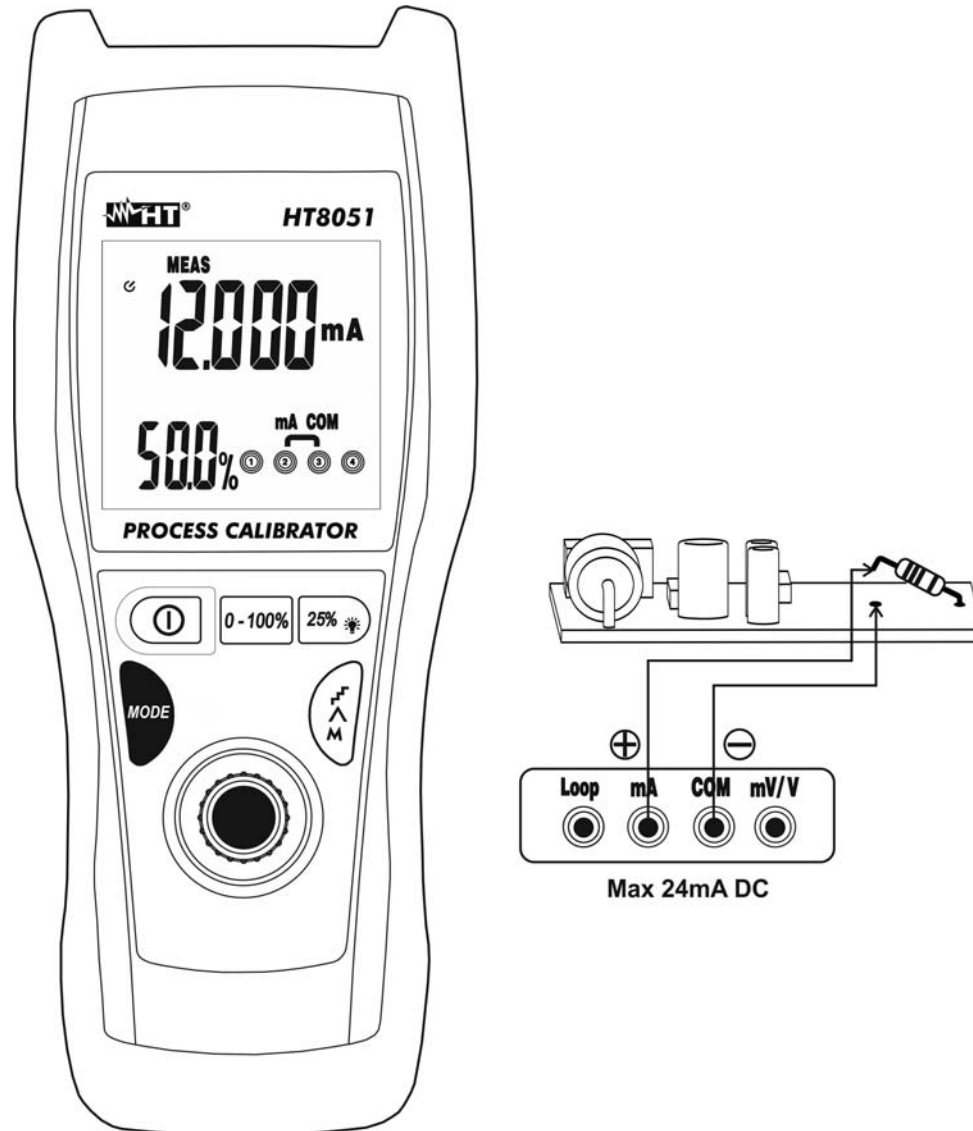

Fig. 5 : Mesure de Courant DC
4. Connecter l'embout vert et l'embout noir en série au circuit duquel on veut mesurer le courant en respectant la polarité et la direction du courant (voir la Fig. 5).
6. Le message « **-OL-** » indique que le courant sous test dépasse la valeur maximale mesurable par l'instrument. L'instrument ne pas effectuer des mesures de tension de polarité opposée par rapport à la connexion de la Fig. 5. La valeur "0.000" est affiché sur l'écran.